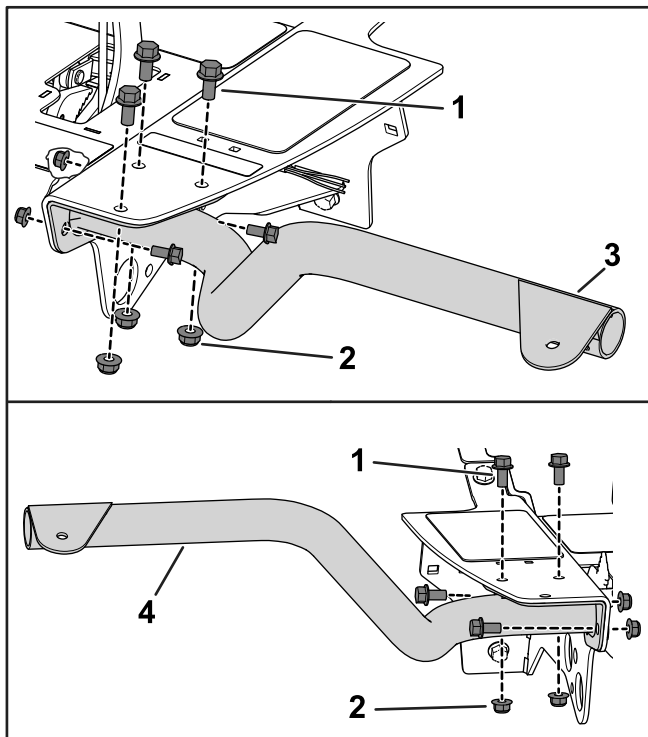

Figur 1
1. Koppla loss skyddets strålkastarkontakter och ta bort fästelementen som håller fast plattformens skydd på maskinramen (Figur 1).